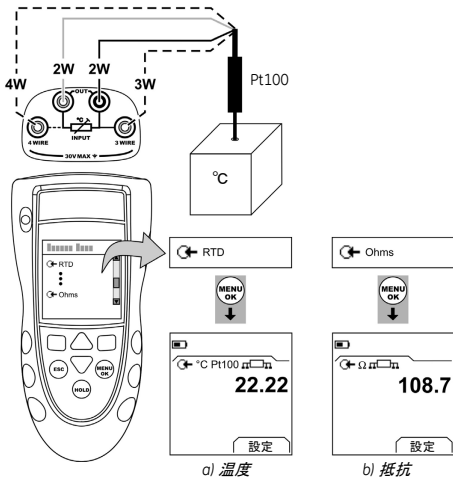

図1：構成例- RTD の温度または抵抗を測定します。
1. 本計器を接続し (図 1)、必要に応じて **セットアップ** (表 1) を行います。